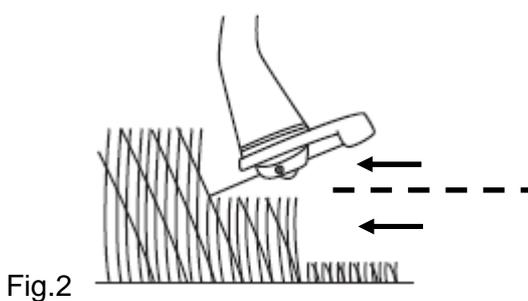
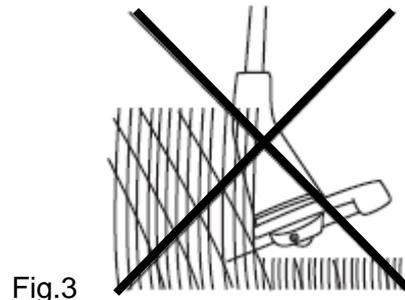

Fig.2
Fig.3
- Pour l'herbe très haute, effectuer la coupe en 2 étapes, du haut vers le bas (Fig.2 / Fig.3).